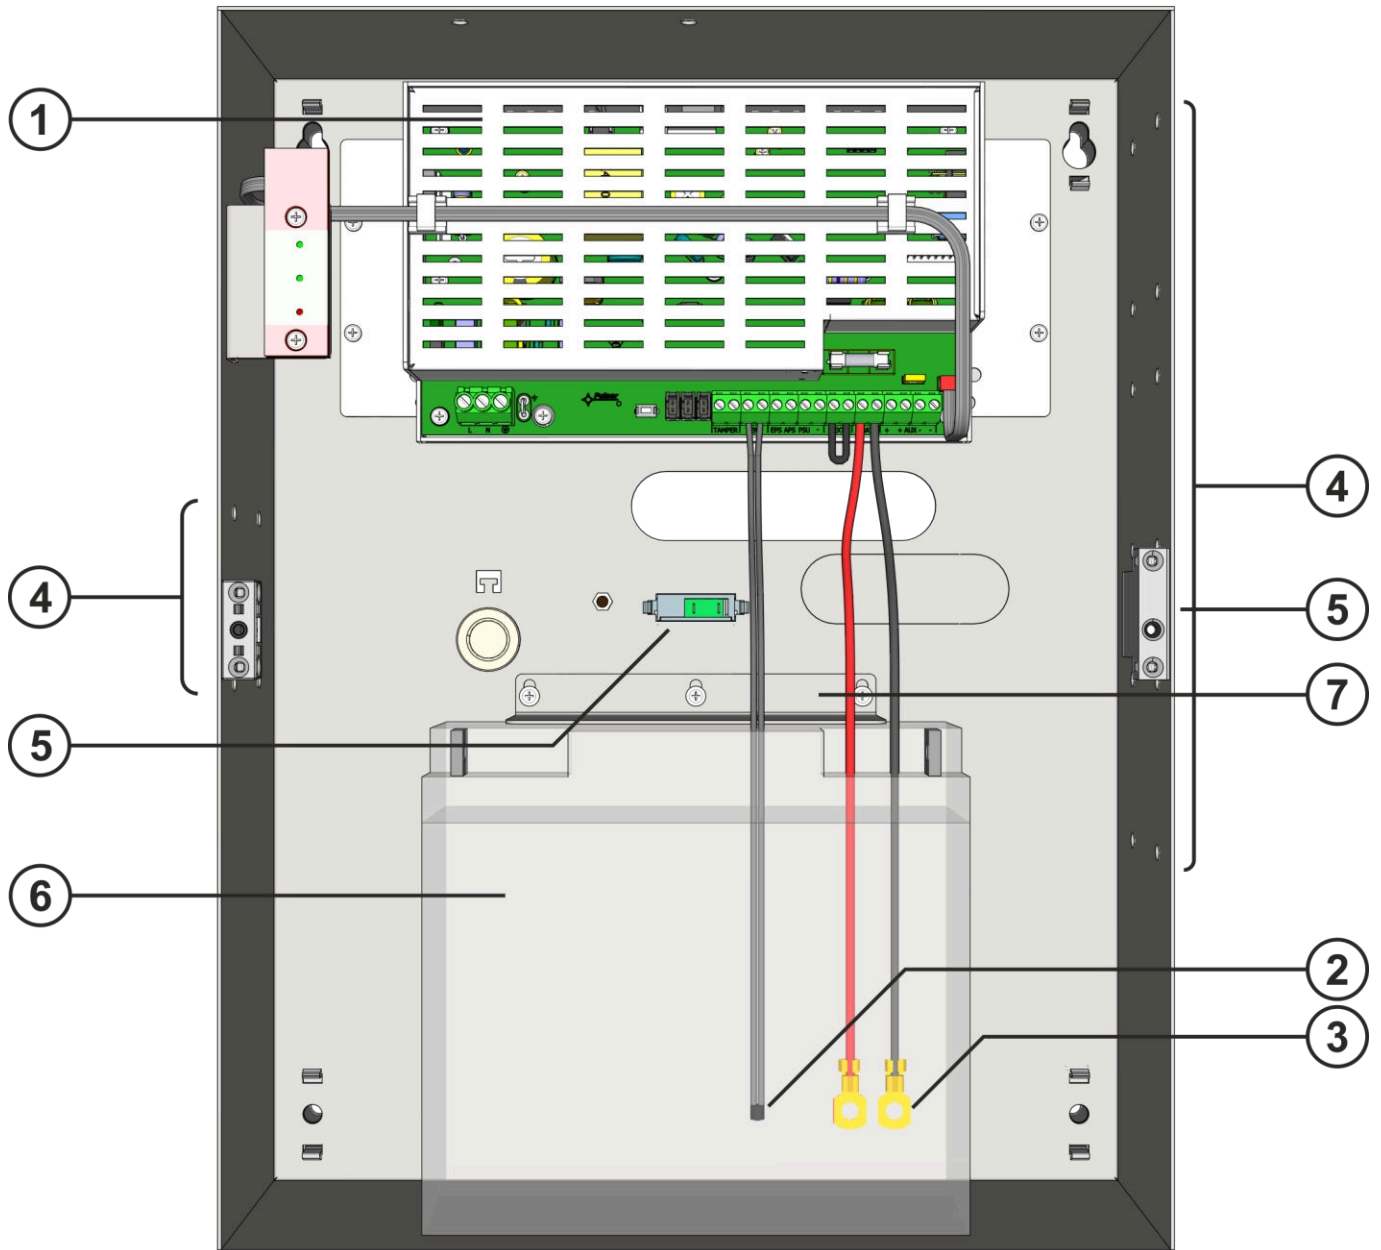

Abb. 3. Ansicht des Netzteils.
**Tabelle 2. Elemente des Netzteils (siehe Abb. 3).**